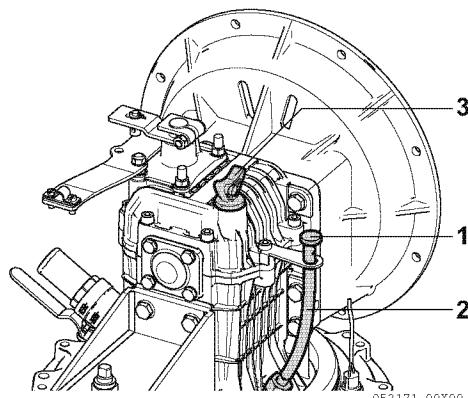
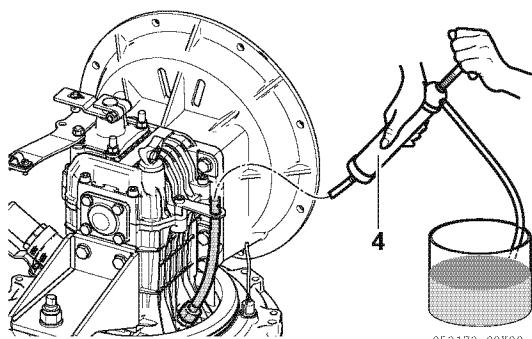

Figure 9
Figure 10
1. Le changement d'huile doit être effectué en retirant le bouchon (1, **Figure 9**) du tuyau d'aspiration d'huile (2, **Figure 9**). L'aspiration peut être effectuée à l'aide d'une pompe manuelle (4, **Figure 10**).
2. Enfoncez le tuyau de la pompe manuelle (4, **Figure 10**) à travers le tuyau d'aspiration (2, **Figure 9**) et aspirez le liquide.
4. Dévissez la jauge d'huile (3, **Figure 9**).
6. Vissez la jauge d'huile (3, **Figure 9**).